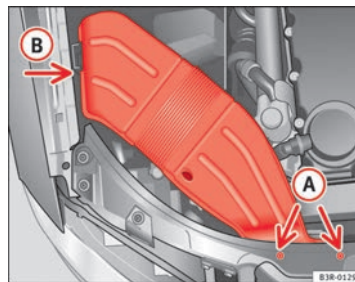

Abb. 203 Luftführungshutze an rechter Fahrzeugseite
- Drehen Sie die Schrauben **A** ⇒ Abb. 203 heraus.